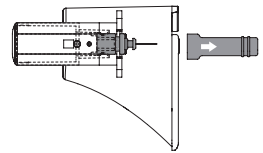

Abbildung 52
3. Entfernen Sie die Schutzhülle, wie in Abbildung 52 dargestellt.